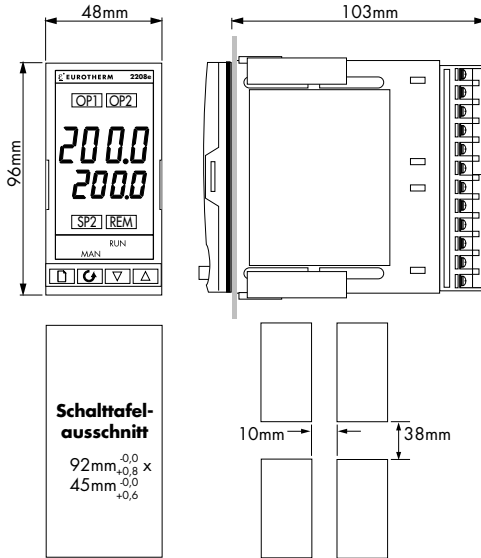

Abbildung 1-3 Abmessungen und Mindestabstände 2208e
Die Elektronik des Reglers steckt in einem Kunststoffgehäuse, das in einen Standard DIN-Ausschnitt paßt (siehe Abbildung 1-3 und 1-4).
1. Bereiten Sie den Ausschnitt nach den in Abbildung 1-3 bzw. 1-4 angegebenen Maßen vor.